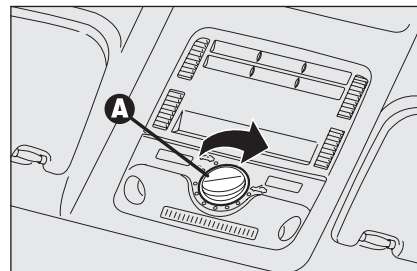

fig. 87
Gire el selector **A-fig. 87**, en el sentido indicado por la flecha. Al soltarlo, el techo se detiene en la posición en la que se encuentra.
**ADVERTENCIA** La posición más confortable con el techo abierto se obtiene girando el selector **A-fig. 87** en correspondencia a la posición indicada con el símbolo "C".
Gire el selector **A-fig. 87** hacia la izquierda.
El movimiento del techo pulsando las teclas  o  de la llave electrónica se puede interrumpir interviniendo en el selector **A-fig. 87** (cambiando de posición o presionando el mismo selector).